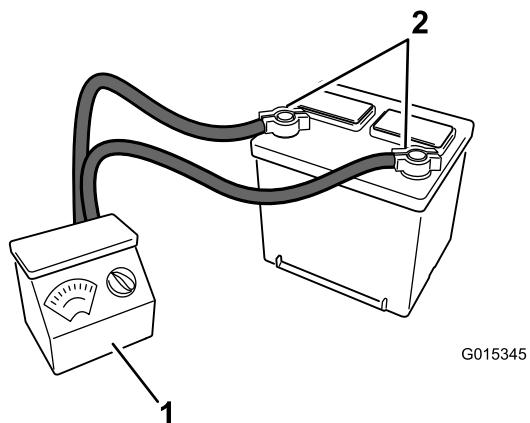

Figure 2
5. Raccordez un chargeur de 3 à 4 A aux bornes de la batterie (Figure 2). Chargez la batterie au régime de 3 à 4 ampères jusqu'à ce que la densité soit égale ou supérieure à 1,250 et la température soit égale ou supérieure à 16°C et que tous les éléments produisent du gaz librement.
6. Quand la batterie est chargée au maximum, débranchez le chargeur de la prise, puis débranchez les fils du chargeur des bornes de la batterie (Figure 2).